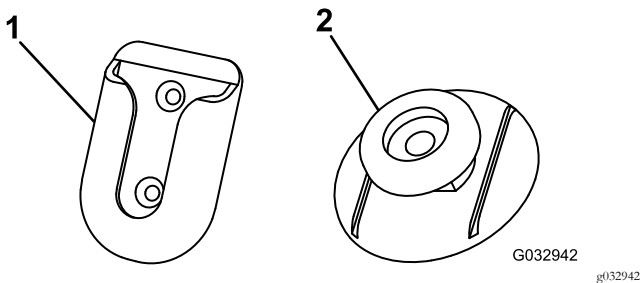

Bild 24
3. Reinigen Sie die Rückseite der Drehbefestigung (Bild 24) mit dem Alkoholwischtuch und trocknen sie.
7. Entfernen Sie das Trägermaterial von einer Seite des Klebematerials und bringen es an der Rückseite der Befestigungs-nase an (Bild 24).